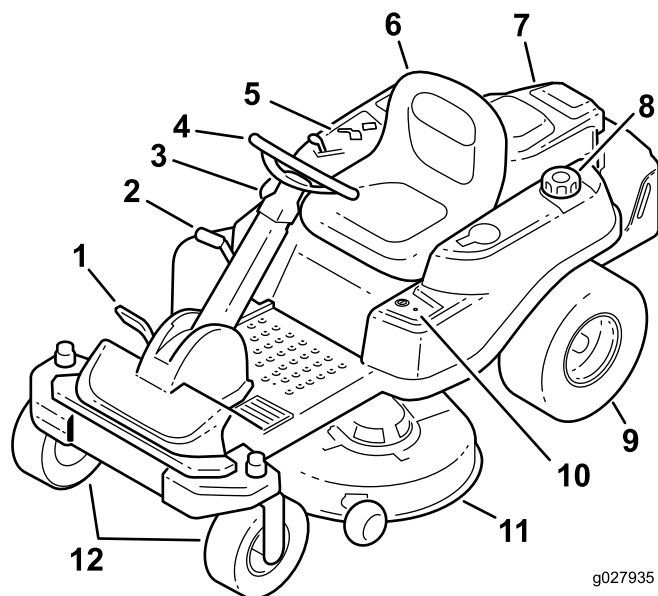
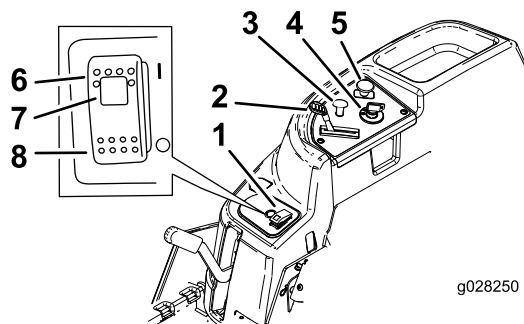

Figura 5
Figura 6
Prima di avviare il motore e di utilizzare la macchina, familiarizzate con tutti i comandi in Figura 5 e Figura 6.
Usate lo starter per avviare il motore a freddo. Sollevate la manopola dello starter per innestare lo starter. Spingete in basso la manopola dello starter per disinnestarla (Figura 6).
L'acceleratore controlla il regime motore e vanta una regolazione continua variabile dalla posizione di MINIMA a quella di MASSIMA (Figura 6).
L'interruttore del comando delle lame (PDF) innesta e disinnesta l'alimentazione alle lame del tosaerba (Figura 6).
Utilizzate la leva dell'altezza di taglio per abbassare e sollevare il piatto di taglio dalla posizione di seduta. Lo spostamento della leva verso l'alto (verso di voi) solleva il piatto da terra, mentre lo spostamento della leva verso il basso (lontano da voi) abbassa il piatto verso terra. Regolate l'altezza di taglio soltanto quando la macchina è ferma (Figura 5).
- Premendo l'interruttore Smart Park™ in posizione di ACCENSIONE (Figura 6).